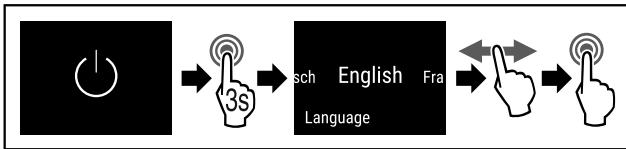

Fig. 49
- ▶ Efectuați pașii de acțiune (vezi Fig. 49).